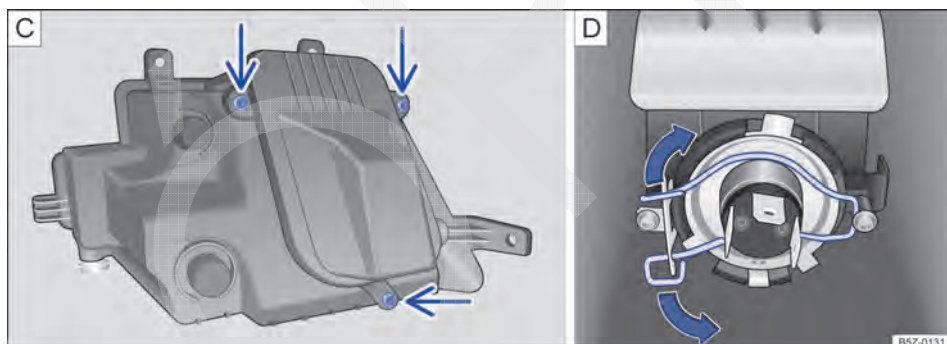

Fig. 175 No para-choque dianteiro: (C) retirar os parafusos da cobertura da lâmpada e (D) lâmpada do farol de neblina.
6. Retirar os parafusos indicados pelas setas → Fig. 175 C, para acessar a lâmpada do farol de neblina.
8. Comprimir a mola de travamento no sentido da seta e deslocá-la para destravar a lâmpada → Fig. 175 D.
13. Recolocar o conector de alimentação e inserir cuidadosamente o farol de neblina no alojamento do para-choque → ❶.